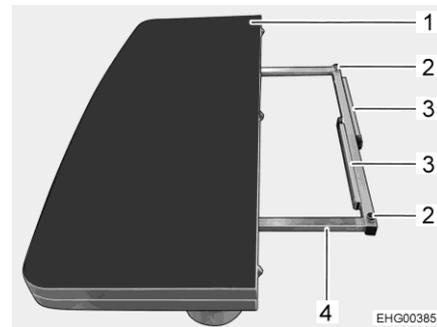

Bild 94 Tischplatte, zusammengeklappt
- Tischplattenrahmen (Bild 94,4) herausziehen.
- Tischplattenhälfte (Bild 94,1) umklappen und auf dem Tischplattenrahmen ablegen.
- Bei Bedarf mit Hilfe der beiden Drehknöpfe (Bild 94,2) Höhe der Tischplatte ausrichten.
- Beide Stützfüße (Bild 94,3) ausklappen.